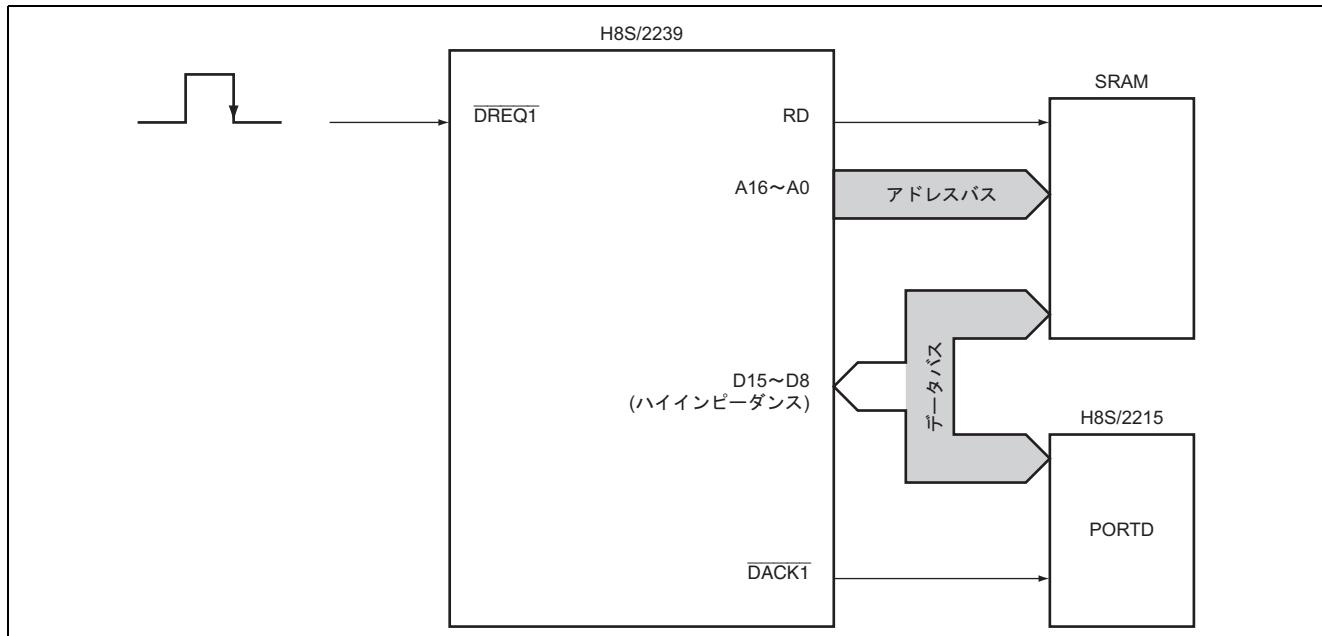

図 1 シングルアドレスモードのデータバス
- (1) 図 1 に示すように、DMAC のシングルアドレスモードを使用し、転送元または転送先のいずれか一方がアドレスによって指定される外部空間と、アドレスにかかわらず、DACK ストローブにより選択動作する外部デバイスとの転送を行います。
- (2) DMAC の起動は、外部信号の立ち下がりエッジ検出により起動します。